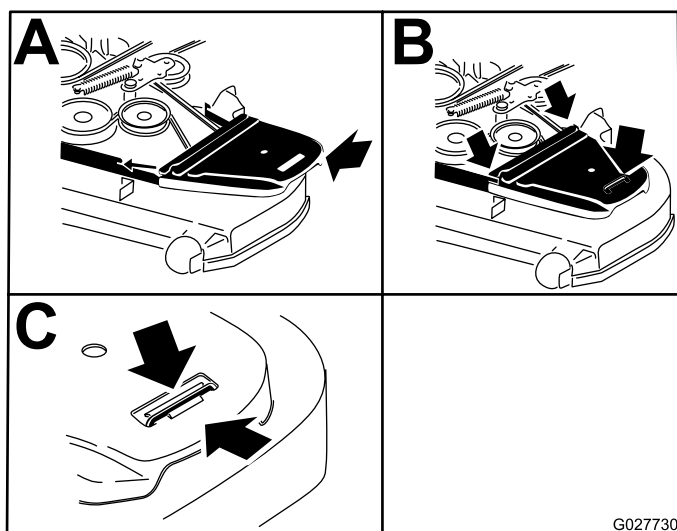

Figure 81
12. Posez les couvercles de courroie (Figure 81).